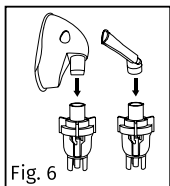

Fig. 6
8. Bine conectați masca sau muștiucul cu camera nebulizatorului (Fig. 6).